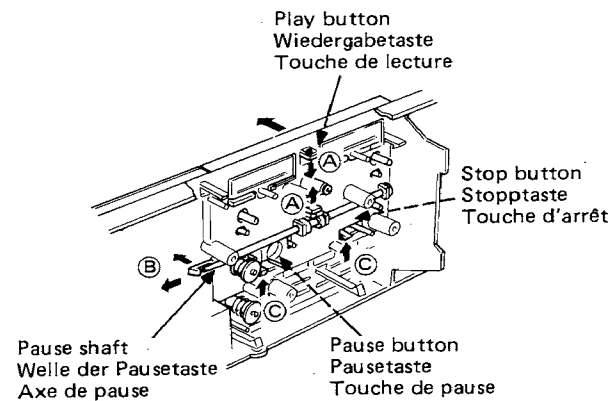

Fig. 5 Abb. 5
### 7. Control buttons (Fig. 5)
## 7. Bedientasten (Abb. 5)
7. Touches de commande (Fig. 5)